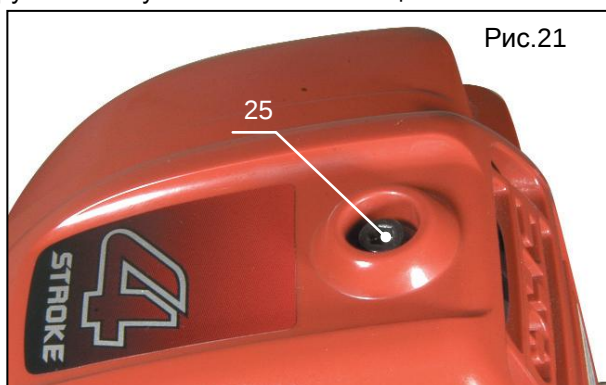

Рис.21
- Ослабьте шестигранный болт (поз.25, рис.21) и снимите кожух двигателя.